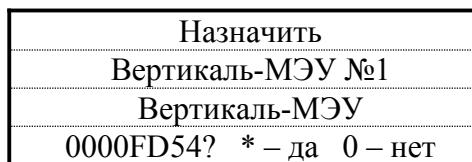

Рис.9 – Подтверждение регистрации
Примечание: При появлении на пульте надписи «Обнаружено устройство ...», в ней указывается код того прибора, на котором была нажата кнопка «Сброс» – «FD54» (Рис.9). Рекомендуем запомнить эти коды и внести их в конфигурацию. Это позволит в будущем избежать повторного выполнения пунктов 2) - 4) при незначительном изменении конфигурации и перезаписи её в «Вертикаль-ПУ».
3) Стрелками на клавиатуре «Вертикаль-ПУ» выбрать нужный прибор, например «Вертикаль-МЭУ №3» (при нажатии на стрелки клавиатуры в нижней строчке будут поочередно предложены все имеющиеся в конфигурации приборы «Вертикаль-МЭУ»). Далее нажать кнопку «Подтв.» на клавиатуре. При этом появится надпись следующего вида (Рис. 9). При нажатии кнопки «*/Подтв.» указанный в нижней строке номер «FD54», соответствующий ID прибора, запишется в пульт.